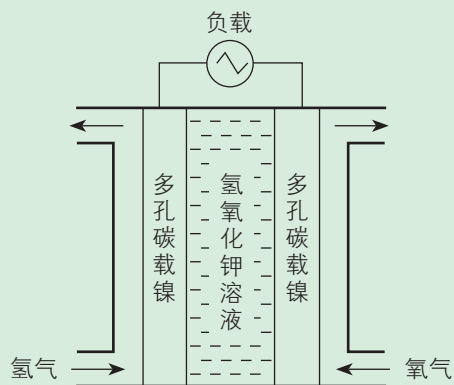

图1-5-1 “阿波罗”飞船氢氧燃料电池部分结构示意图
1. 图1-5-1是“阿波罗”飞船中使用的氢氧燃料电池部分结构的示意图。请将该电池和你在本章第2节中设计的氢氧燃料电池进行比较、说明异同,并结合资料尝试解释“阿波罗”飞船使用的氢氧燃料电池中各部分材料选择的理由。
2. 为了保持电池的工作效率、有效地利用电极反应产物,你认为图1-5-1所示电池还需要解决哪些问题?